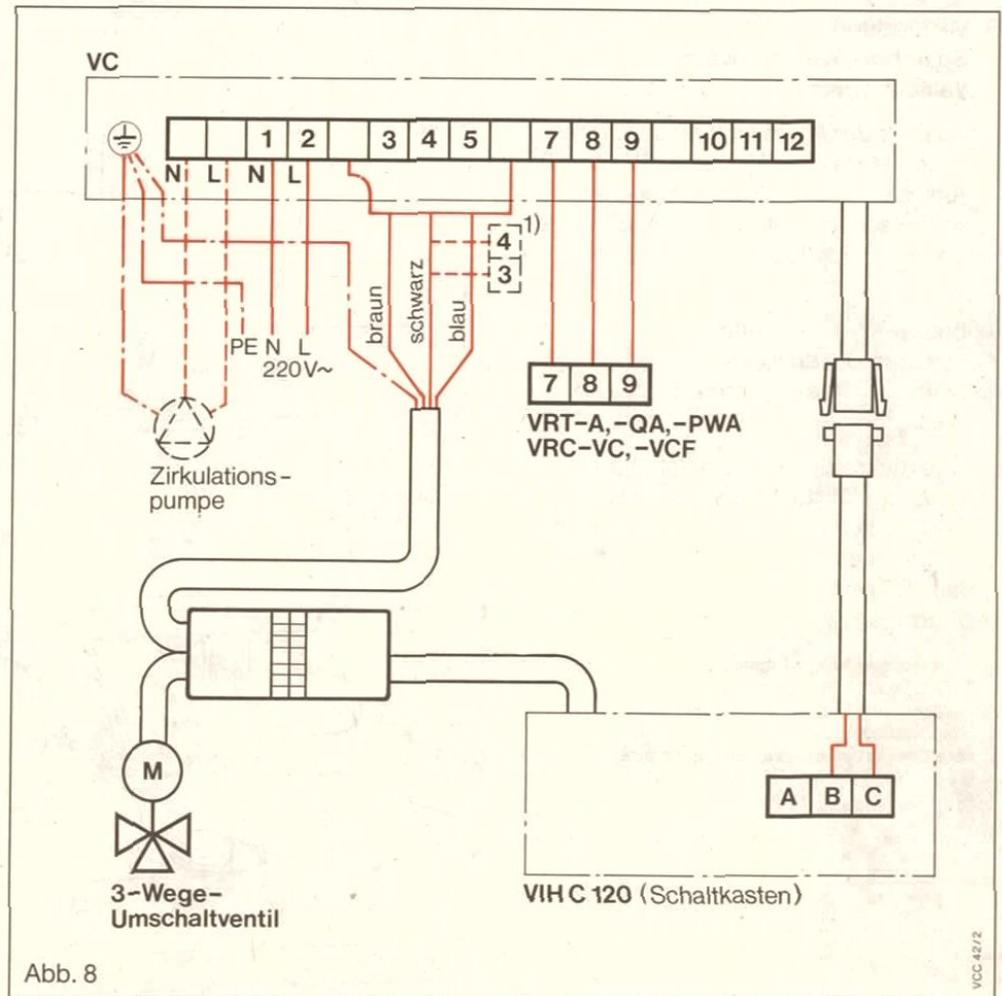

Abb. 8
- Das aus der Anschlußbuchse (31) herausgeführte 4-adrige Kabel (31a) mit Anschlußstecker entsprechend Anschlußschema (Abb. 8, Seite 15) an der Thermoblock-Klemmleiste anschließen.
Anschluß von Regelgeräten entsprechend Anschlußschema (Abb. 8, Seite 15) vornehmen.
Anschluß kann gemäß Anschlußschema (Abb. 8, Seite 15) vorgenommen werden, falls kein separater Anschluß vorgesehen ist.